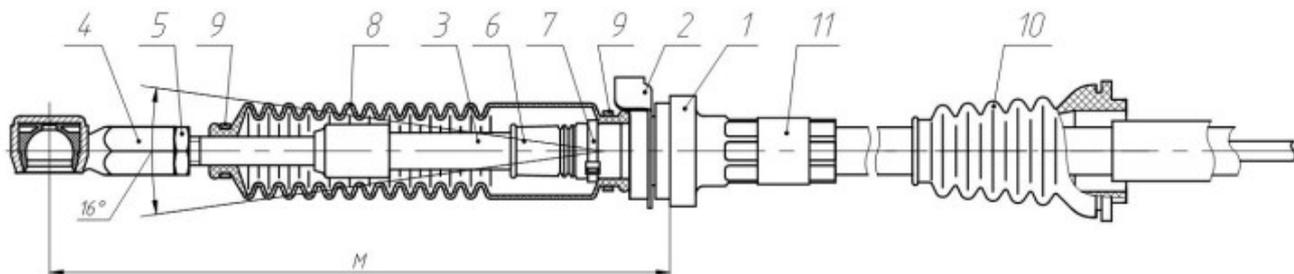

Рис. 6.3 Состав троса
6.2.3.2. Состав троса переключения (рис. 6.3).
Тросы выбора и переключения идентичны по конструкции и отличаются длиной: 1052мм – выбора и 1032мм – переключения (размеры даны по центрам сфер наконечников) и монтажным размером **М** (рис. 6.3) со стороны КПП.